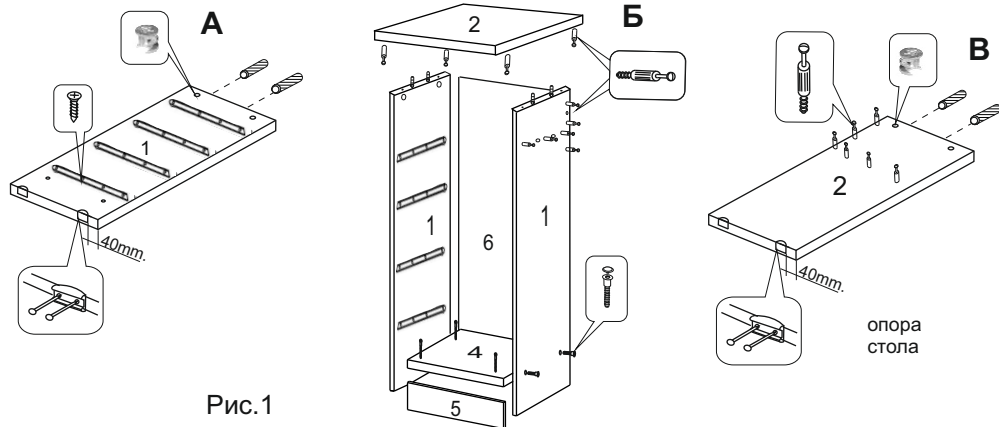

Рис.1
Установите шканты (Ф-8) в торцевые отверстия, а в отверстия диаметром 15 мм вставьте эксцентрики (Ф-2) (рис. 1А)
4. Затем, к собранной конструкции присоедините сначала одну боковую стенку с помощью конфирматов (Ф-7) рис. 1. Далее, заведите заднюю стенку (дет. 6) в пазы бока и пола. Потом установите второй бок, также с помощью конфирматов и заведя заднюю стенку в паз. Присоедините боковые стенки таким образом, чтобы правая боковина тумбы имела на наружной поверхности 10 отверстий (рис. 1Б) и в отверстия диаметром 5мм вверните винты (Ф-1).
Таким же образом вверните винты (Ф-1) в отверстия на опоре стола (рис. 1В).
4. Установите петли (Ф-14) сначала к столешнице с зеркалом (дет.15) рис.1,2, после к задней стенке (дет.11)